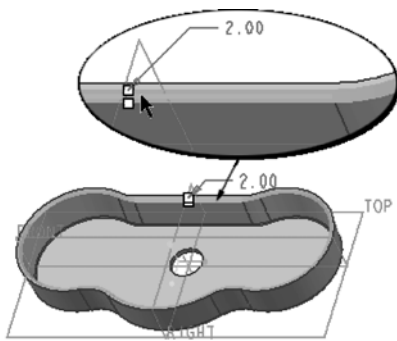

图 4-92 选择相切边链参照
② 在“边倒角”选项卡中的“标注形式”下拉列表框中选择“D×D”，接着在“D”文本框中输入“2”。
③ 选择如图 4-92 所示的一条相切边链（相对内侧的边链）。